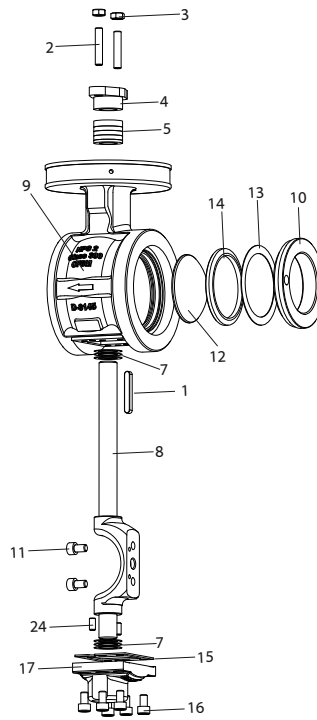

Fig.6-9
4. Remonter l'actionneur (→ Fig. 5.6) et contrôler le réglage des butées de fin de course (→ Fig. 6.9).